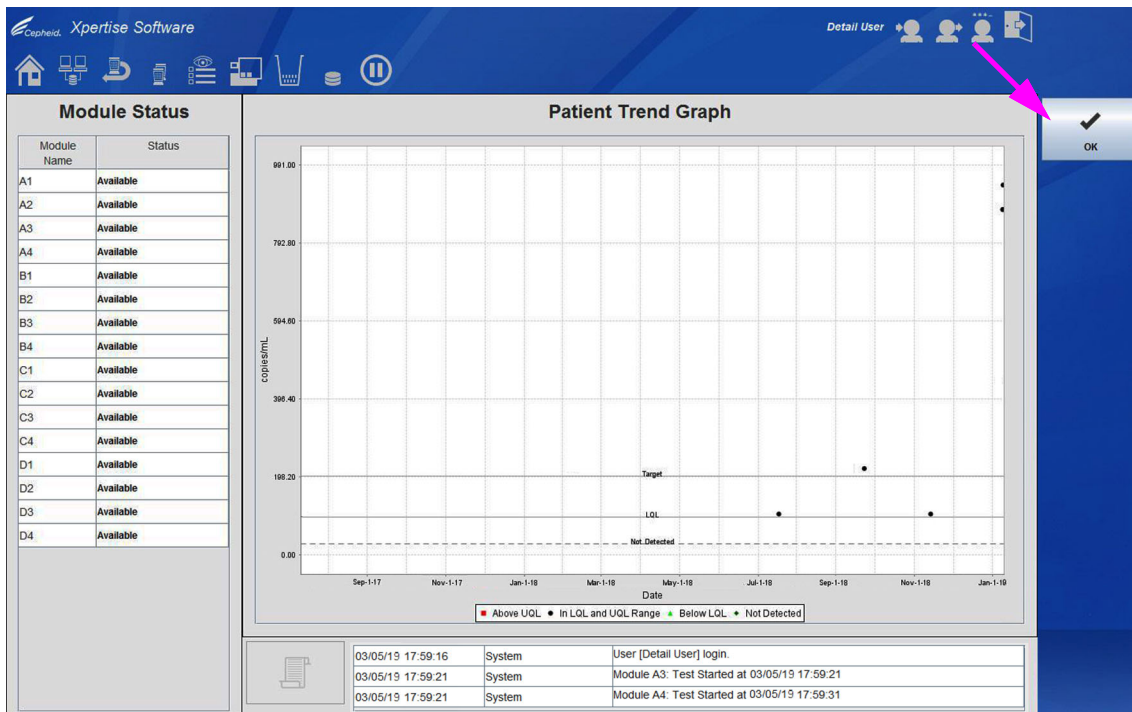

図 10-78. 患者トレンドグラフワークスペース
- **グラフの表示 (VIEW GRAPH)** – 患者トレンドグラフ (Patient Trend Graph) ワークスペースを開き、特定の患者の選択基準を満たすすべての結果のグラフを表示します。**エラー (ERROR)**、**無効 (INVALID)**、**結果なし (NO RESULT)** のテスト結果はグラフから除外されます。図 10-78 を参照。グラフを表示した後、**OK** ボタンを選択して、患者トレンドレポート (Patient Trend Report) ワークスペースに戻ります。